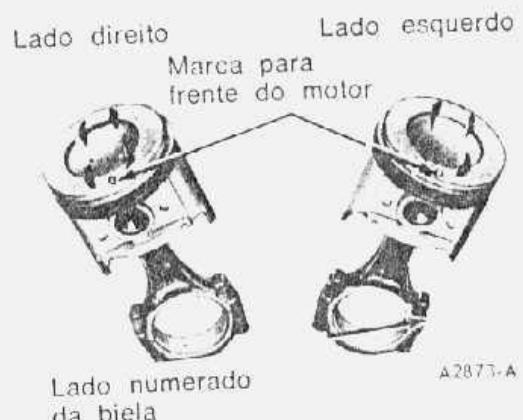

fig. 45 — posições corretas do êmbolo e biela
1. Aplicar uma fina camada de óleo de motor em todas as peças. Montar o êmbolo e biela com o número marcado do lado da biela e a marca de identificação no êmbolo nas posições mostradas na fig. 45. Quando as bielas forem substituídas, instalar o lado de chanfro maior do alojamento dos casquilhos da biela, voltado para o lado do encosto do munhão da árvore de manivelas ou seja, o chanfro maior das bielas do lado direito, deverá ficar voltado para a frente do motor e o chanfro maior das bielas do lado esquerdo voltado para trás do motor.